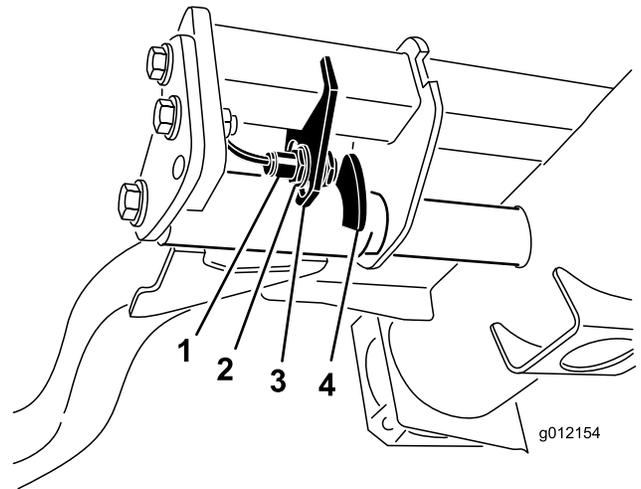

图35
- 提升臂位于右前方提升臂（图35）后面的液压油箱下。
- 拧松开关安装螺钉（图35）并向下移动开关，可增大提升臂的转向高度；向上移动开关，可减小提升臂的转向高度。旋紧安装螺钉。